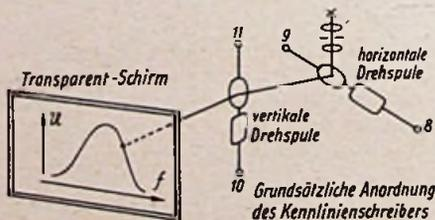

Abb. 2. Schema des Kennlinienschreibers
Von einem kleinen Oszillator (Abb. 1a) wird über das niederohmige Potentiometer  $P_1$  die HF-Spannung entnommen und über eine abgeschirmte Leitung dem Spannungsteiler (Abb. 1b) zugeführt. Hierin wird die Spannung durch den Spannungsteiler  $S_1$  (ca. 200 Ohm) in zehn gleiche Teile geteilt und kann über einen zehnteiligen Rastenschalter an der Klemme 5 entnommen werden. Außerdem erzeugt diese HF-Spannung im Spannungsteiler  $S_2$  einen durch das Milliamperemeter (J) meßbaren Strom. Sind das Milliamperemeter (J) und der Spannungsteiler ( $S_2$ ) frequenzunabhängig, so erhält man am Spannungsteiler eine unabhängig von der Frequenz meßbare Spannung. Als Milliamperemeter wurde ein Instrument mit Thermoumformer von 5 mA Vollausschlag und ca. 140 Ohm Widerstand verwendet. Der Spannungsteiler ( $S_2$ ) ist aus dünnen (0,03 mm starken) reusenförmig angeordneten Manganindrähten aufgebaut und hat einen Gesamtwiderstand von rd. 0,9 Ohm. Die Frequenzabhängigkeit ist bis ca.  $10^7$  Hz vernachlässigbar. Am Spannungsteiler  $S_1$  kann die Spannung über einen Rastenschalter meßbar abgegriffen werden. Diese Spannung  $U$ , meist wenige Millivolt, wird (über 4 und 1) dem zu untersuchenden Schwingkreis, z. B. einem Reihenresonanzkreis (Abb. 1c) zugeführt. Mit Hilfe eines Umstecksockels können der oder die zu untersuchenden Schwingkreise in die Schaltung nach Belieben eingebaut werden. Die Ausgangsspannung  $U$ , für das in Bild 1c gewählte Beispiel ist das der Kondensatorspannung, wird an den Klemmen 7 und 1 mit Hilfe des in Abb. 1d gezeigten Röhrevoltmeters gemessen. Als Anzeiginstrument (Klemmen 9 und 8) wird das Drehspulmeßwerk mit der horizontalen Drehspule des in Abb. 2 schematisch dargestellten Koordinatenschreibers verwendet.
Legt man nun an die vertikale Drehspule (Klemmen 10 und 11) in Abb. 2 des Kennlinienschreibers eine der Frequenz oder dem Drehwinkel des Kondensators  $C_1$  (Abb. 1a) proportionale Spannung  $u$ , so wird die Abszissenablenkung des Kennlinienschreibers proportional der Frequenz. Beim Drehen des Kondensators  $C_1$  durchläuft die Lichtmarke des Kennlinienschreibers z. B. die in Abb. 2 ange deutete Resonanzkurve. Die Erzeugung der dem Drehwinkel des Oszillatorkondensators  $C_1$  proportionalen Span-